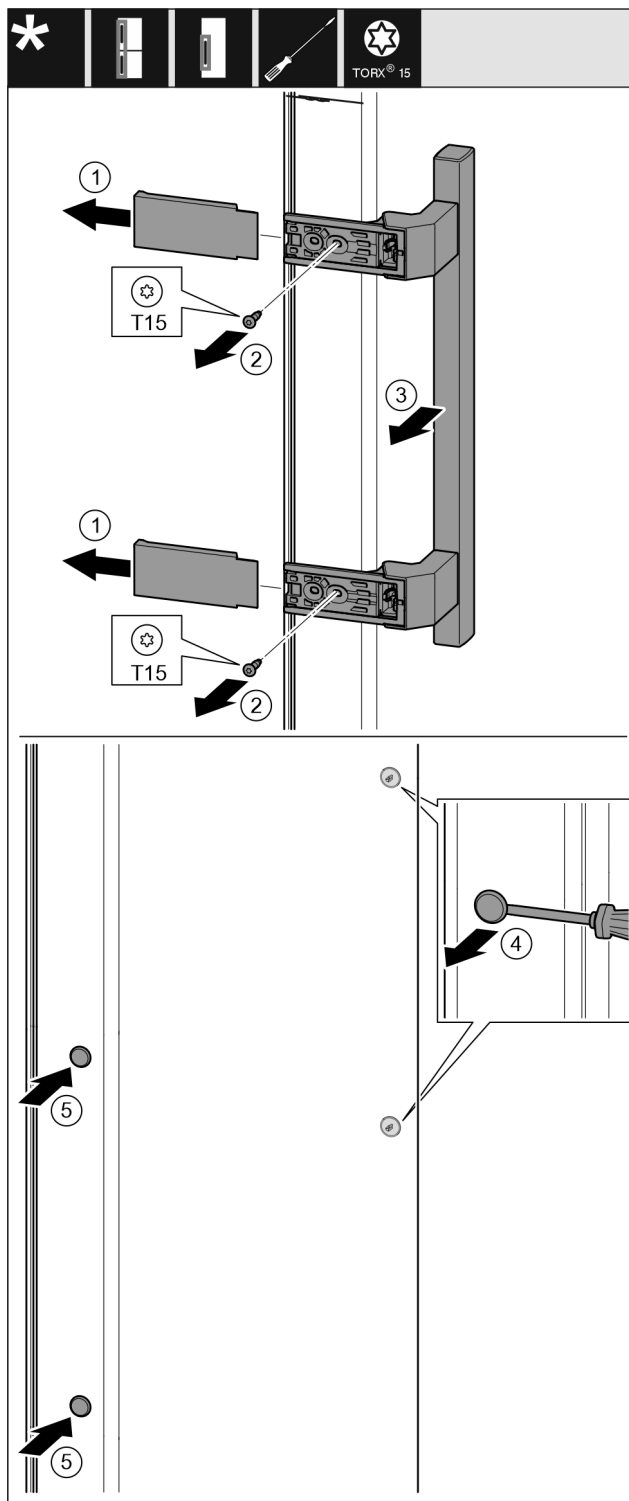

Fig. 15
- ▶ Зніміть кришку. Fig. 15 (1)
- ▶ Викрутіть гвинти за допомогою викрутки Torx 15. Fig. 15 (2)
- ▶ Зніміть ручку. Fig. 15 (3)
- ▶ За допомогою шліцевої викрутки обережно підніміть бокову заглушку та витягніть її. Fig. 15 (4)
- ▶ Вставте заглушку з іншого боку. Fig. 15 (5)